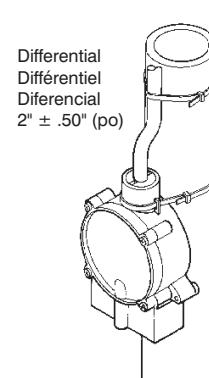

Figure 3
3. For universal installation, refer to Figure 3. The RS-5LL can be attached to a pipe with the cable ties provided. Slots are provided at the upper collar of the switch housing to enable you to secure the switch to piping. Use one cable tie to attach the switch to the pipe through the slots on the collar. The other cable tie should be used to secure the power cord to the piping approximately 3" above the switch collar as shown in Figure 3.
4. Pour une installation universelle, consulter la Figure 3. Le RS-5LL peut, à l'aide des attaches de câble fournies, se fixer à un tuyau. Le haut du boîtier de l'interrupteur est muni de rainures afin de pouvoir fixer ce dernier à la tuyauterie. Utiliser une attache de câble pour fixer l'interrupteur au tuyau, par les rainures sur le collet. L'autre attache peut servir à fixer le cordon d'alimentation au tuyau, à environ 3 pouces au-dessus du collet, tel qu'indiqué à la Figure 3.